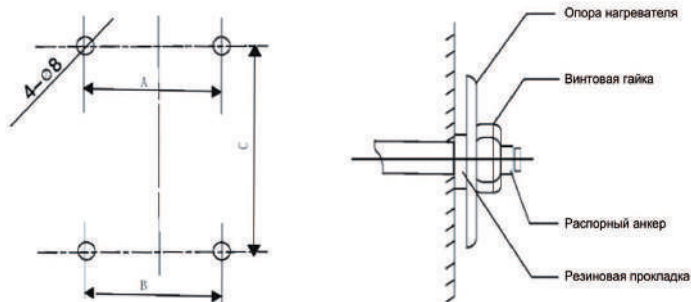

Рис. 5
- а) Произведите разметку отверстий на стене как показано на рис. 5. Затем просверлите 4 отверстия \varnothing 8 мм. забейте в них по одному распорному анкеру \varnothing 6 мм (размеры следует подбирать в соответствии с таблицей монтажных размеров).